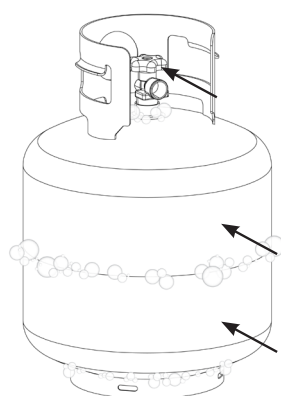

Figura 01
1. Con un pincel limpio, aplique una solución de agua y jabón neutro 10/90 en las juntas del cilindro de GLP. (Indicado con flechas en la Figura 01).